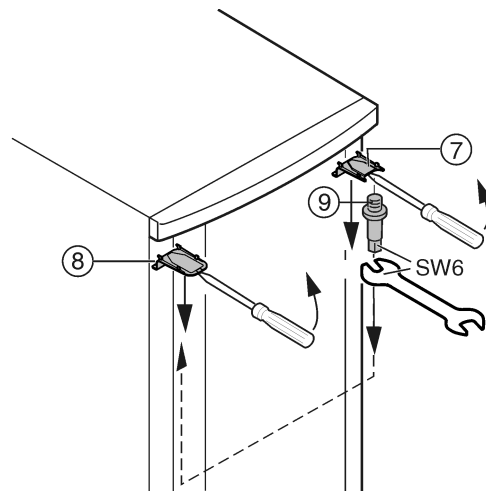

Fig. 7
- ▶ Верхнюю крышку Fig. 7 (7) и крышку Fig. 7 (8) с помощью отвертки выведите вперед из фиксатора и снимите, наклоня вниз.
- ▶ Выкрутите опорный палец Fig. 7 (9) и вкрутите на противоположной стороне (**с моментом 4 Нм**).
- ▶ Снова установите крышку Fig. 7 (7) на стороне опорного пальца: насадите сзади, защелкните спереди.
- ▶ Установите крышку Fig. 7 (8) на противоположной стороне: насадите сзади, защелкните спереди.
- ▶ Подвесьте верхнюю часть двери на опорный палец Fig. 7 (9).